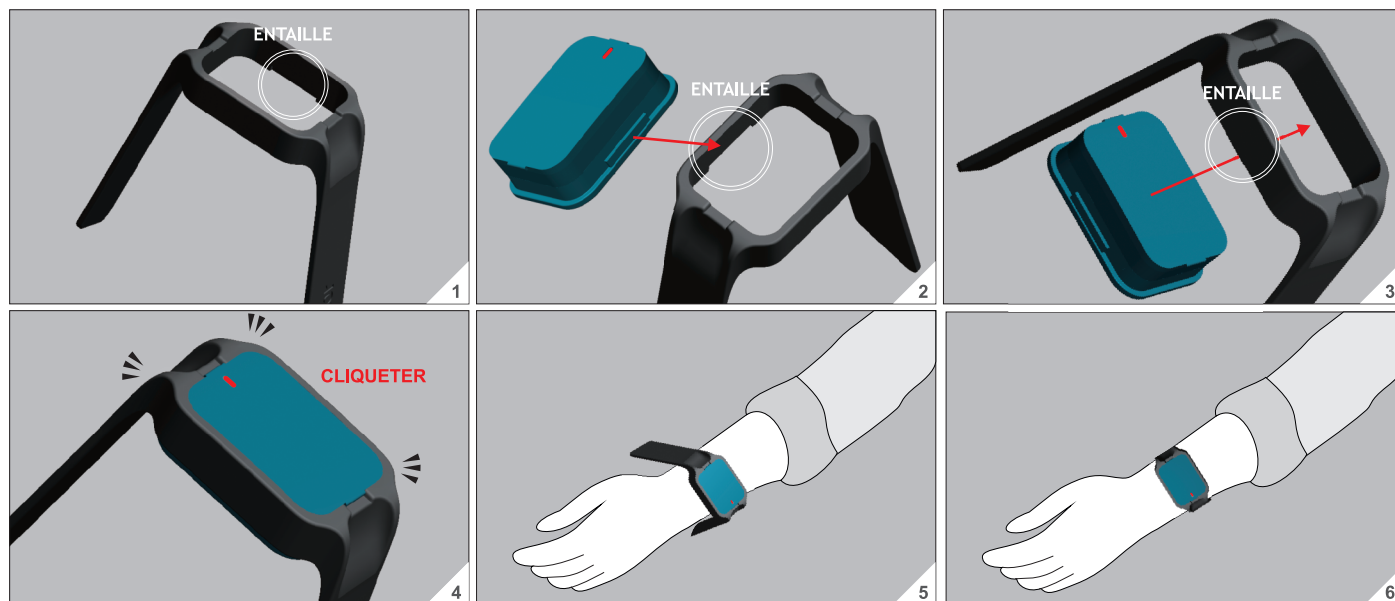

Figure 13: Instructions pour fixer les dispositifs de suivi PDMonitor® sur les poignets à l'aide du bracelet
- Fixez le dispositif de suivi sur le bracelet comme illustré par la Figure 13